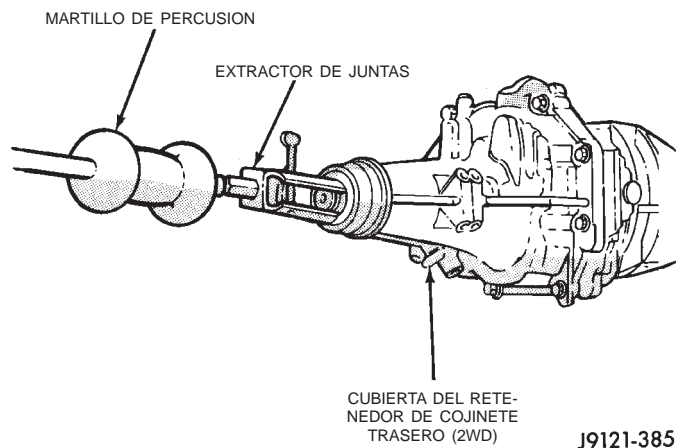

Fig. 12 Desmontaje de la junta de la cubierta del retenedor de cojinete trasero
(1) Eleve y apoye el vehículo.
(2) Retire el eje propulsor. Para informarse sobre los procedimientos correctos, consulte el grupo 3, Diferencial y sistema de transmisión.
(3) Utilice un extractor de juntas adecuado o un tornillo montado en un martillo de percusión para retirar la junta de la cubierta del retenedor de cojinete trasero (Fig. 12).